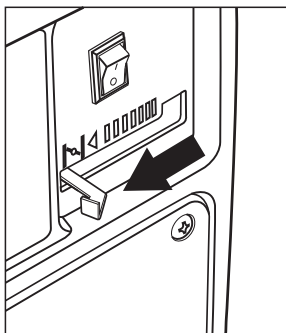

рис. 6
7. Поставьте рычаг привода воздушной заслонки в положение «Закрыто» (рис. 6).